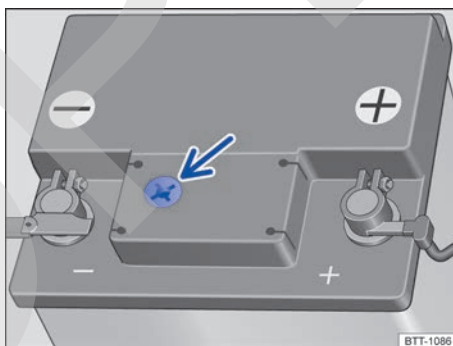

Fig. 174 Representación esquemática: mirilla en la parte superior de la batería de 12 voltios.
- Procure disponer de buena iluminación para poder distinguir bien el indicador de color en la mirilla redonda de la parte superior de la batería de 12 voltios → fig. 174 (flecha). No utilice nunca una llama desprotegida u objetos incandescentes para alumbrarse.